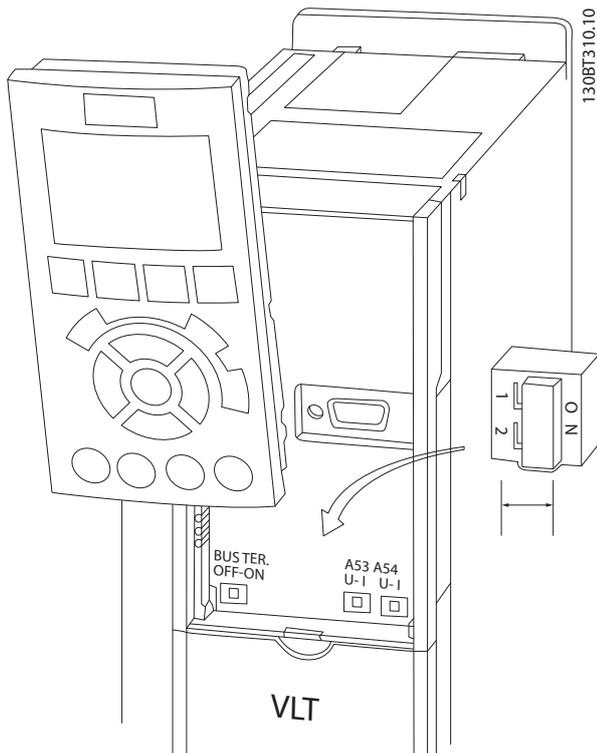

Рисунок 2.19 Расположение переключателей клемм 53 и 54
На Рисунок 2.19 показаны съемные разъемы преобразователя частоты. Функции клемм и значения по умолчанию приведены в Таблица 2.3.
- Доступ к переключателям можно получить, сняв крышку LCP (см. *Рисунок 2.19*). Обратите внимание, что некоторые дополнительные платы для устройства могут закрывать данные переключатели, и для изменения позиции переключателя их потребуется снять. Всегда отключайте питание устройства перед снятием дополнительных плат.